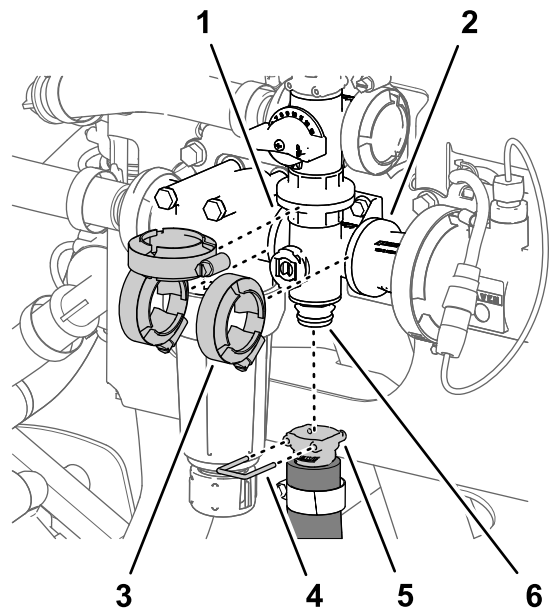
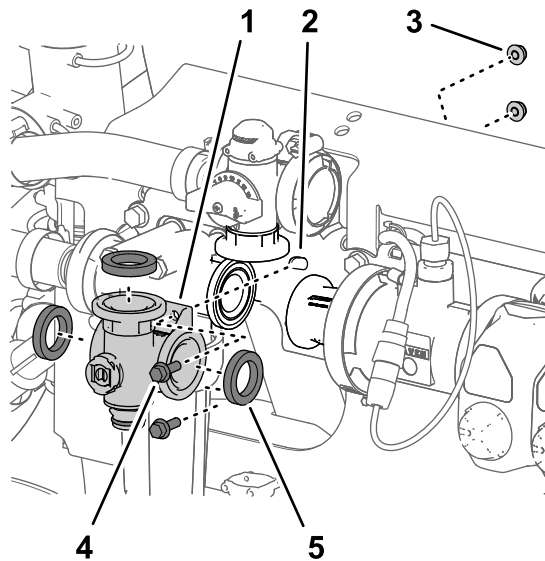

Figura 136
Figura 135
1. Alinee la brida del distribuidor de la válvula de agitación y las 3 juntas con las bridas de la válvula de desvío de agitación, la cabeza del filtro de presión, y el adaptador de acoplamiento (Figura 135 y Figura 136).
2. Sujete provisionalmente el colector de la válvula de agitación a la válvula de desvío de agitación, la cabeza del filtro de presión, y el adaptador de acoplamiento (Figura 136) con las 3 bridas de fijación que retiró en Retirada del distribuidor de agitación \(página 90\).
5. Apriete las 3 bridas de fijación a mano (Figura 136).
6. Monte el acoplamiento rápido de la manguera de agitación en el acoplamiento rápido del distribuidor de la válvula de agitación con la grapa (Figura 136).